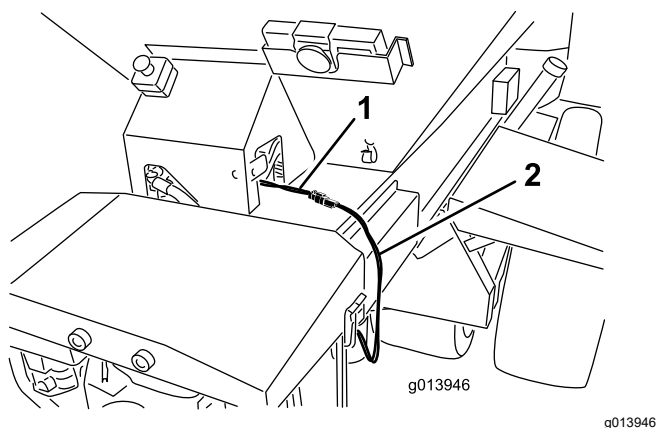
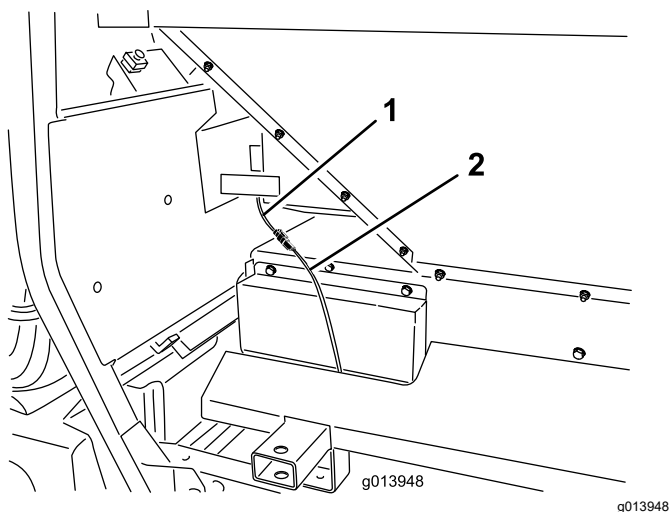

Рисунок 18
Рисунок 19
3. Подключите промежуточный жгут проводов к разъему для подключения жгута проводов питания машины (Рисунок 18 или Рисунок 19).